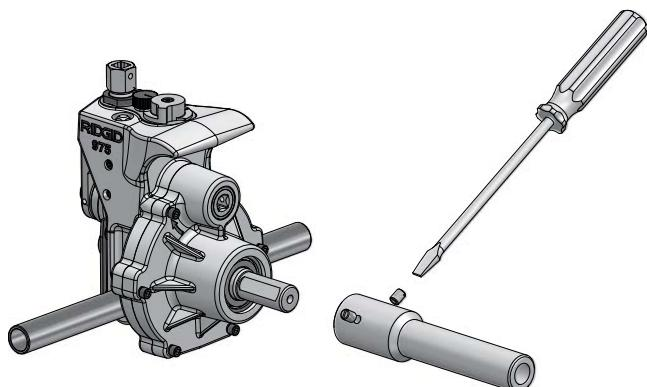

Figura 4 – Instalación del adaptador para la barra de accionamiento
- Instale el adaptador para la barra de accionamiento dentro del eje de accionamiento de la Ranuradora (vea la Figura 4). Alinee los tornillos de retención sobre los planos del eje de la Ranuradora. Apriételos firmemente.